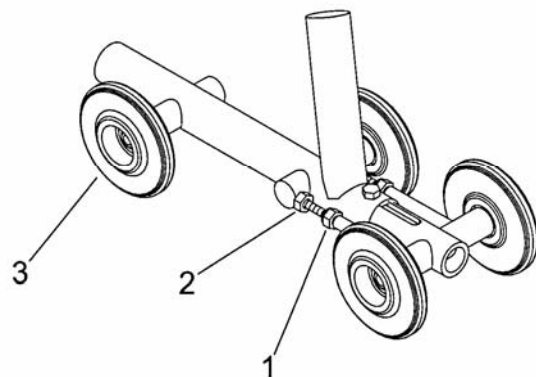

FIGURE 4
1. Afin d'obtenir une tension égale des deux cotés de la chenille, serrez également les deux écrous d'ajustement (FIGURE 4, # 1) en utilisant deux clés 9/16 et fixez les écrous de blocage (FIGURE 4, # 2); de façon à ce qu'elle s'appuie également sur chacune des roulettes guides (FIGURE 4, # 3) du châssis tubulaire.